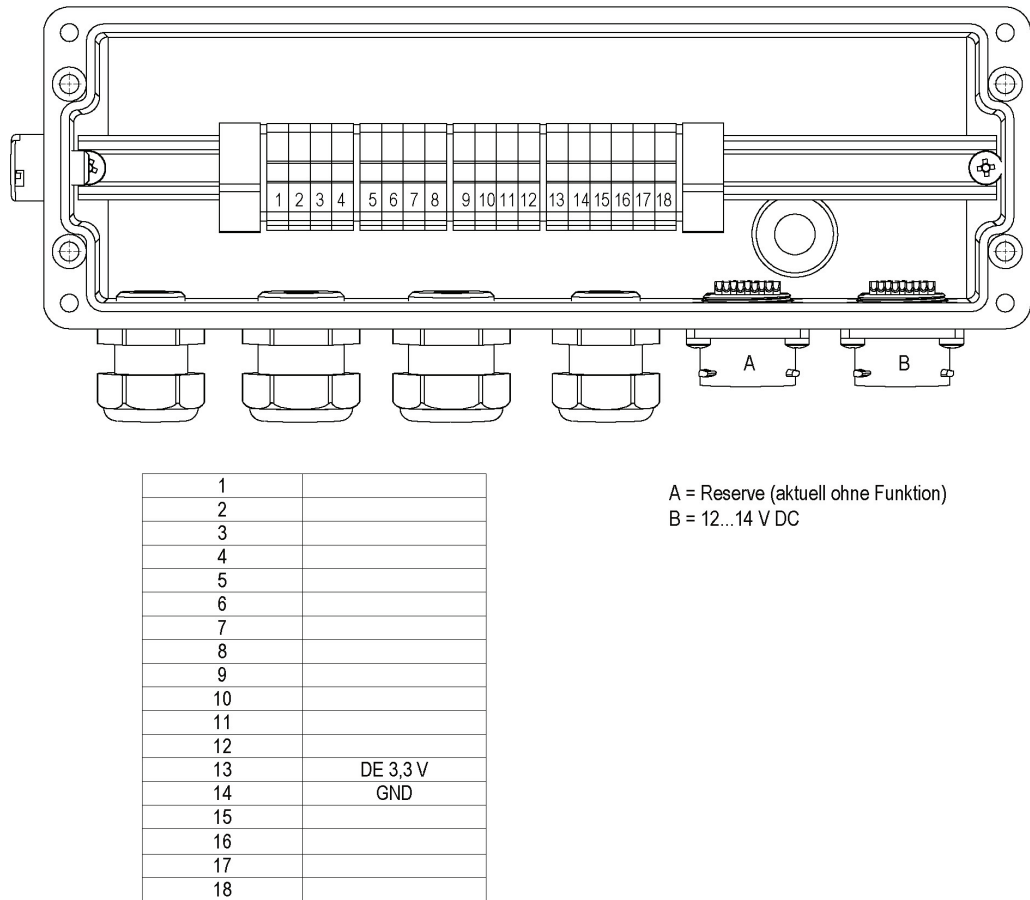

Abb. 25-2 Klemmenbelegung Connectorbox
4. Sensoren in der Connectorbox gemäß Klemmenbelegungsplan (Abb. 25-2) anschließen.